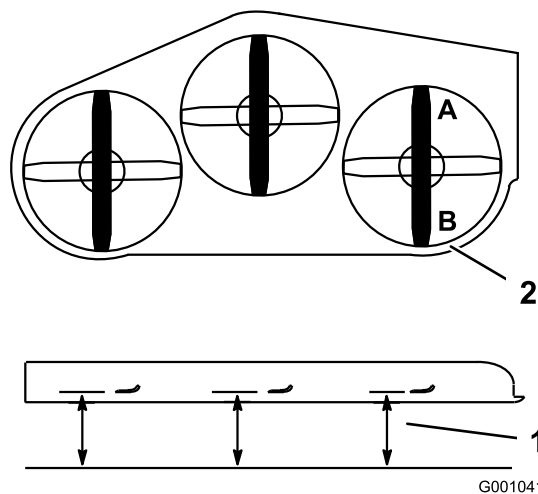
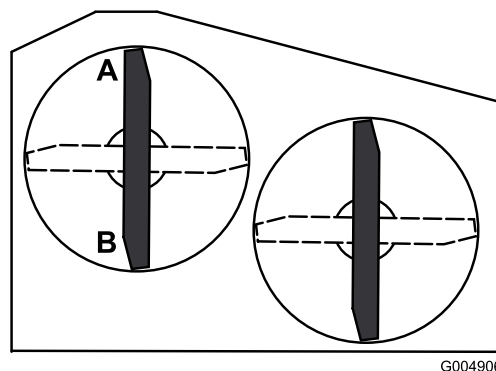

Figura 65
Figura 66
2. Coloque una cuchilla en posición longitudinal. Mida en las posiciones **A** y **B** desde una superficie nivelada hasta el filo de corte de los extremos de la cuchilla (Figura 65 o Figura 66). Para las plataformas de cortacésped de 36 pulgadas, consulte la Figura 66.
- Coloque las cuchillas en posición longitudinal. Mida en las posiciones C y D (Figura 65) desde una superficie nivelada hasta el filo de corte de las cuchillas.